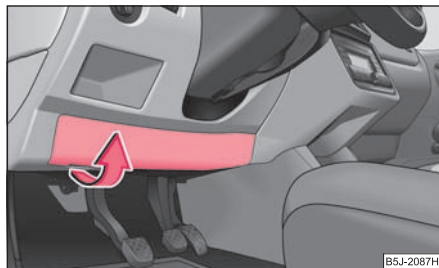

Abb. 203 Untere Seite der Schalttafel: Sicherungsdeckel
- Schwenken Sie vorsichtig den Deckel in Pfeilrichtung und nehmen Sie diesen heraus ⇒ Abb. 203.